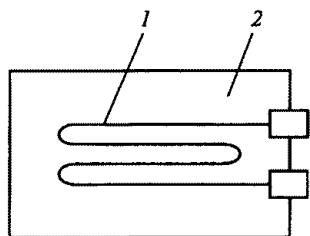

Рис. 269
12.10. Тензометрический датчик (рис. 269) состоит из константановой проволоки 1, наклеенной на бумажную обложку 2. Этот датчик, в свою очередь, приклеивают к детали, деформацию ко-